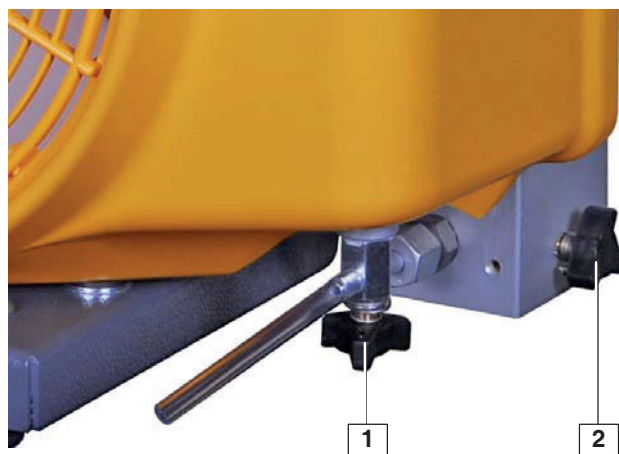

Рис. 5 Краны слива конденсата
2. Откройте кран слива конденсата (1, рис. 5) промежуточного сепаратора (у установок с бензиновым двигателем кран слива конденсата конечного сепаратора) (2, рис.
4. После достижения номинального числа оборотов закройте кран слива конденсата (1, рис. 5) промежуточного се-
паратора (у бензинового двигателя дополнительно кран слива конденсата (2, рис. 5) конечного сепаратора.